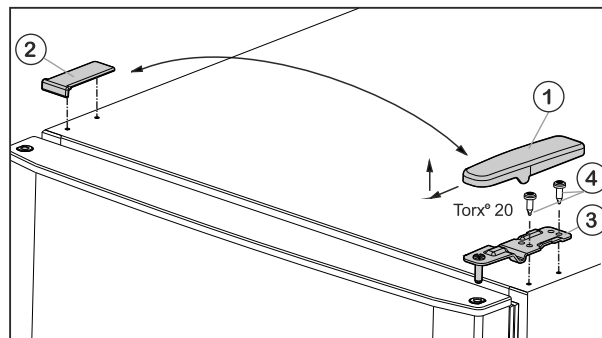

Fig. 5
- ▶ Tõmmake kate Fig. 5 (1) suunaga ette- ja ülespoole maha.
- ▶ Tõstke kate Fig. 5 (2) pealt ära.
- ▶ Kruvige ülemine laagritugi Fig. 5 (3) küljest ära (2 tk Torx® 20) Fig. 5 (4) ja tõmmake ülespoole maha.
- ▶ Pange ülemine laagritugi *Fig. 5 (3)* uuel šarniiriküljel ukse sisse.
- ▶ Kruvige ülemine laagripukk **tugevasti (4 Nm)** külge (2 korda Torx® 20) *Fig. 5 (4)*. Kasutage vajaduse korral akutrelli.
- ▶ Pange kate *Fig. 5 (1)* vastasküljel väljastpoolt peale ja fikseerige.
- ▶ Pange kate *Fig. 5 (2)* vastasküljel ülaltpoolt peale ja fikseerige.